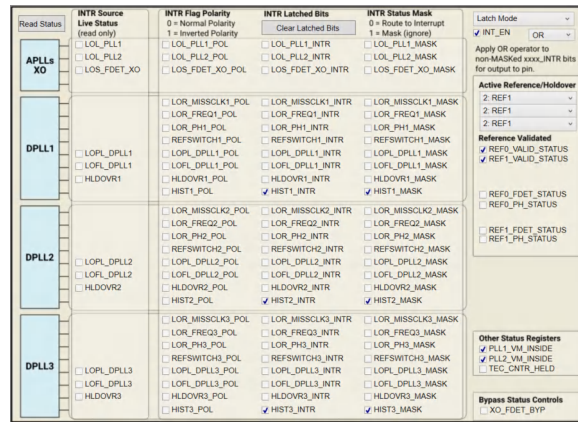

图 2-2. 读取状态位
4. 检查 LMK5C33216A 状态，如图 2-2 中所示。